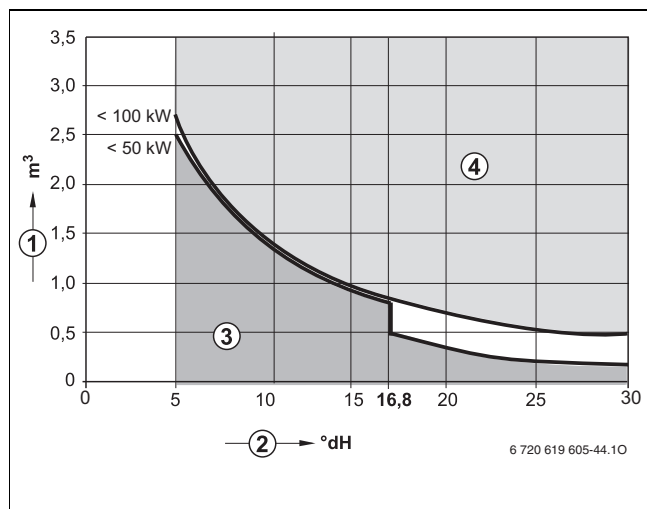

Fig. 5 Cerințe privind apa de umplere pentru echipamente individuale până la 100 kW
- Utilizați exclusiv apă de la robinet netratată (respectați în acest sens diagrama din fig. 5).
Pentru verificarea cantităților de apă admise în funcție de calitatea apei de umplere vă stă la dispoziție diagrama din fig. 5.
- În cazul în care cantitatea necesară de apă de umplere este mai mare decât volumul de apă pe parcursul duratei de viață (\rightarrow fig. 5), este necesară tratarea apei. Utilizați în acest scop substanțe chimice, agenți de preparare a apei etc. aprobați de Buderus.